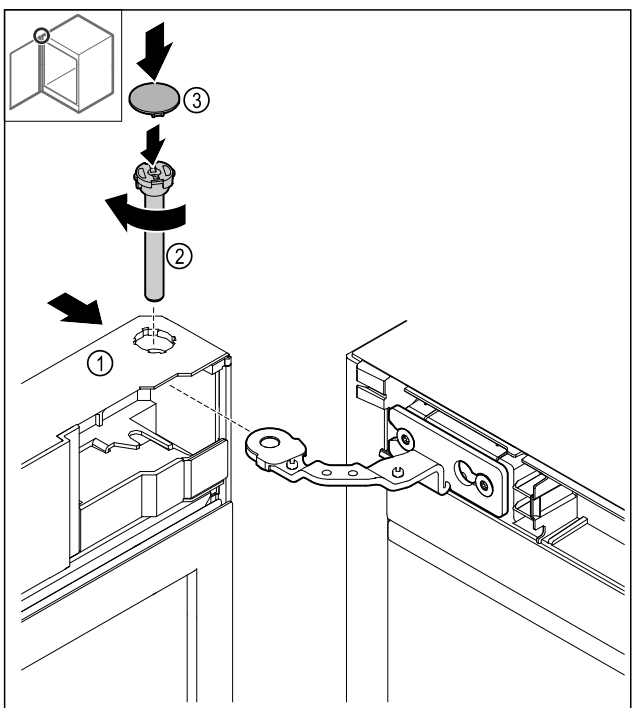

Fig. 47
- Työnnä ovi Fig. 47 (1) ylös saranaan.
- Liitä pulkki Fig. 47 (2) ja kierrä se myötäpäivään kiinni.
- Aseta suojus Fig. 47 (4) paikalleen.